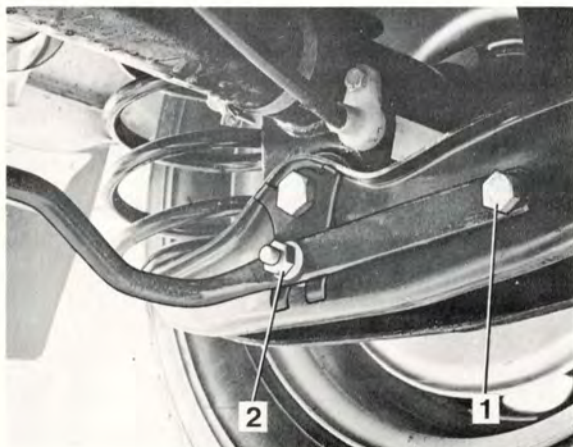

Bild 7-26.
Palla upp bakvagnen med bockarna placerade framför bakre domkraftsfästena. Avlasta stötdämparna med en domkraft placerad under bakaxeln. Demontera stötdämparnas nedre fästsruvar (1 bild 7-26) på båda sidorna. Skruva därefter bort muttrarna (2) på båda sidorna och ta bort staget.